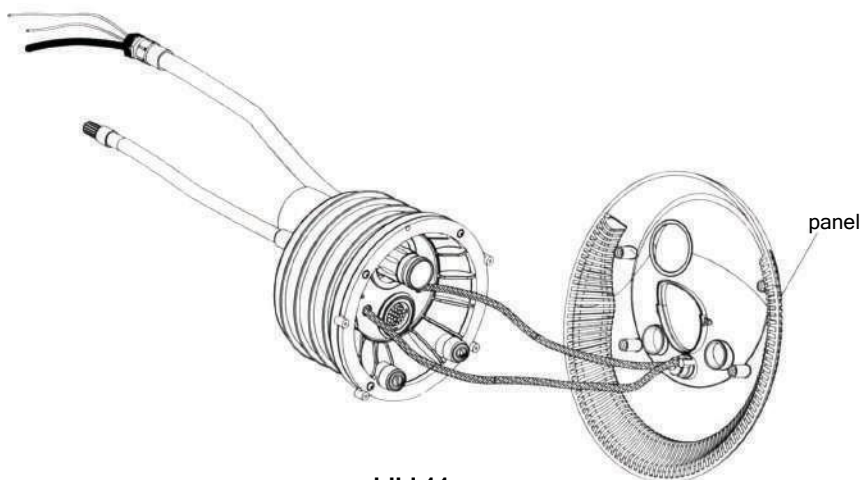

bild 11.
- 3) Anslut rören som kommer ut ur höljet till luftreglerventilen. (bild 11). (Vänd inte upp och ner.)